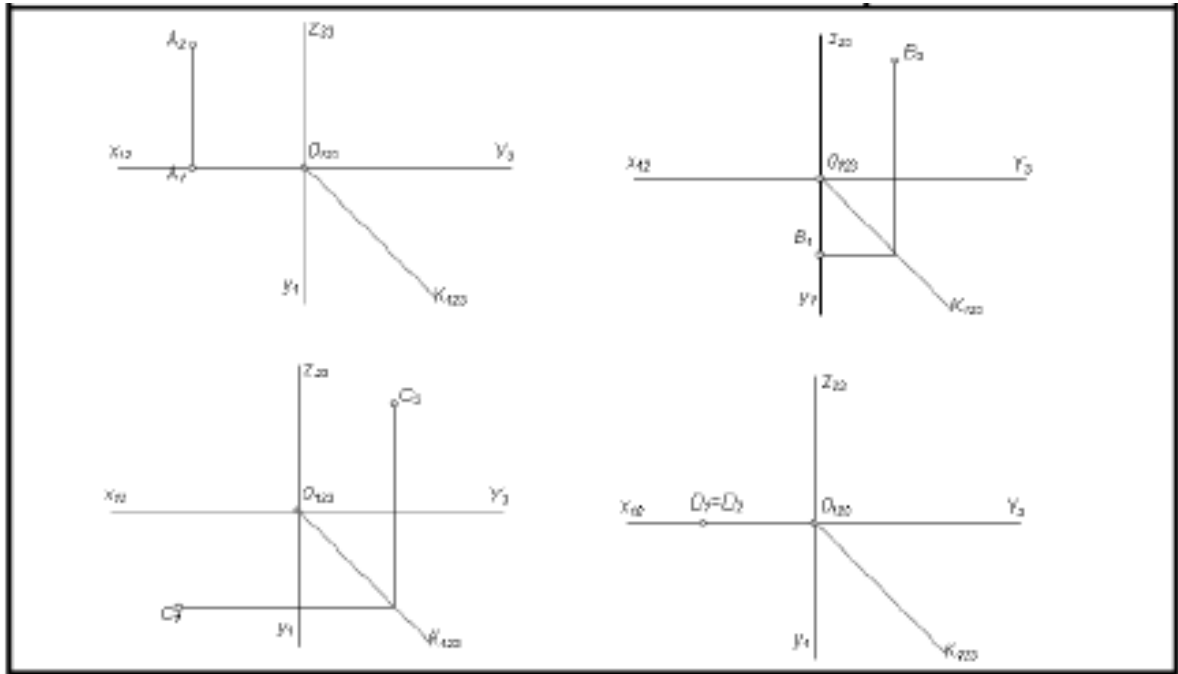

Рис. 2. – завдання № 1б.
5. Наступне завдання № 1 б – рис. 2, виконують аналогічно за допомогою прямої K_{123} .